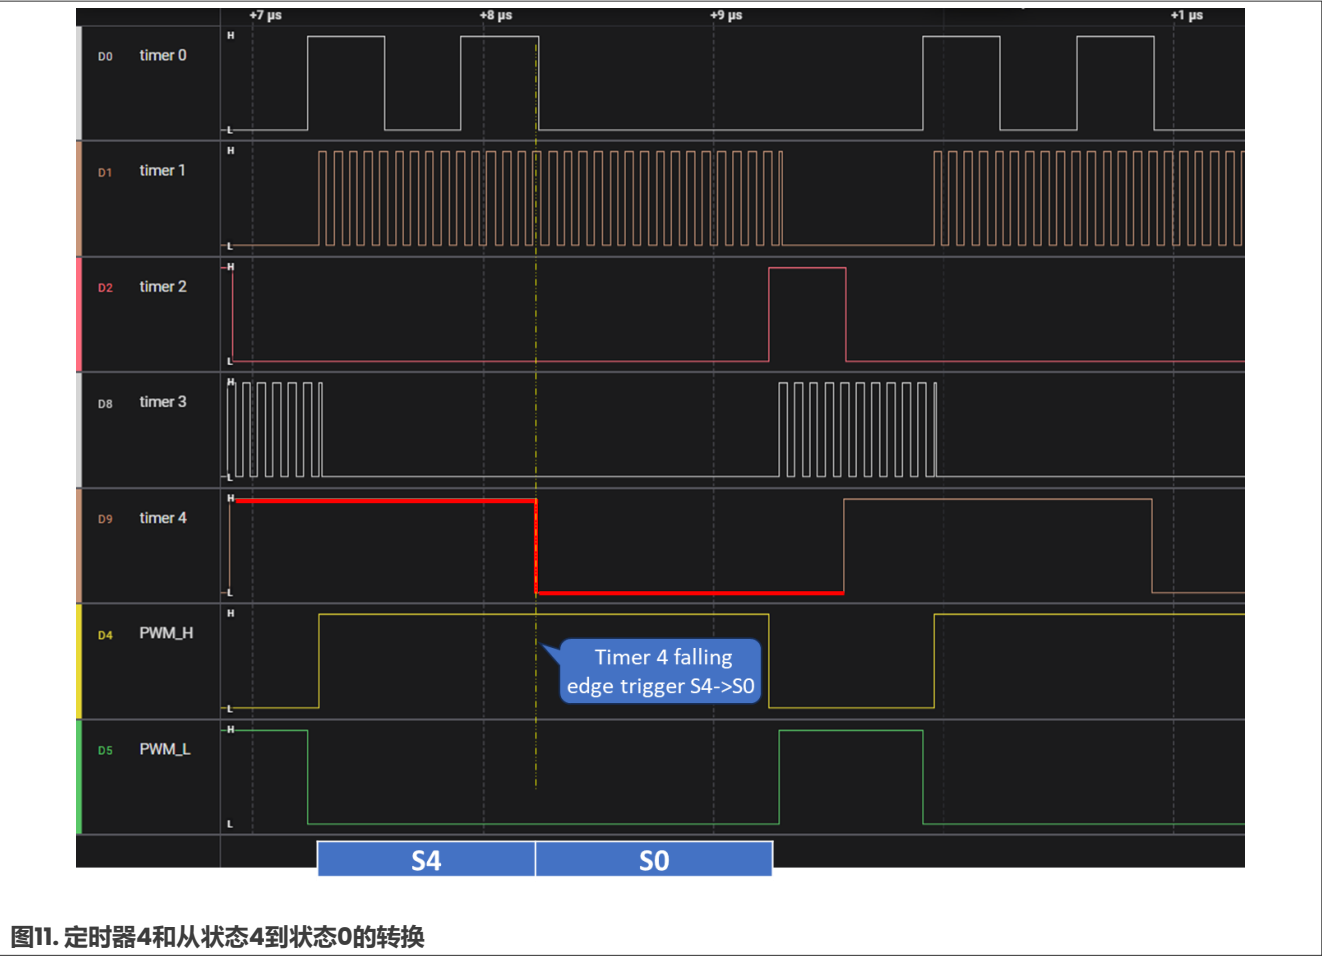

图11. 定时器4和从状态4到状态0的转换
5. 图11显示了定时器4的波形和从状态4到状态0的转换。定时器4的下降沿触发从状态4到状态0的转换。定时器4的周期与PWM周期同步。